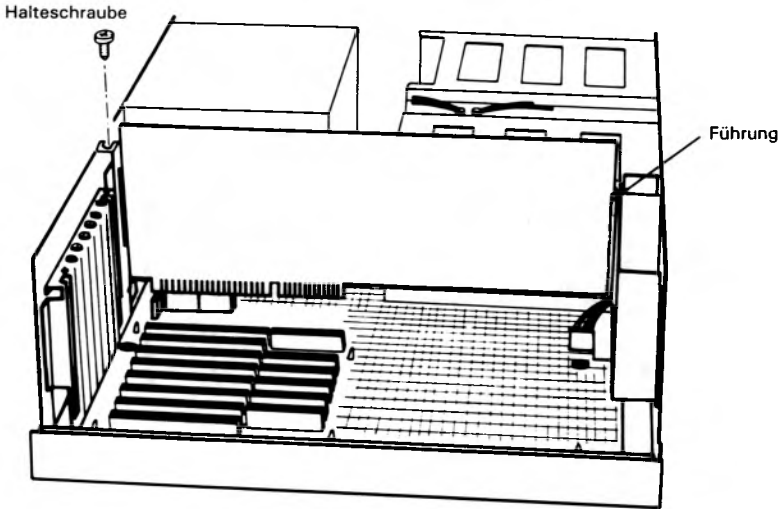

Abbildung 2-4
2. Entfernen Sie die Halteschraube und ziehen Sie die Platine nach oben heraus (Abbildung 2-4).